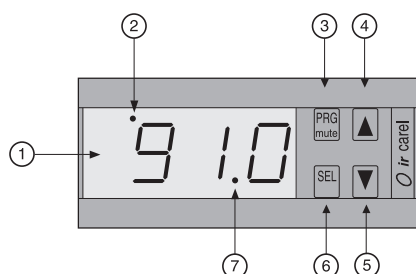

fig. 1
The reverse LED (fig. 1) indicates the number of stages active at that moment with a number of impulses equal to the number of active stages and there is a pause of 2 seconds between one signal and the next.
- **low alarm (code P25):** acoustic alarm that is activated when the delivery temperature decreases below the set limit; the alarm is disconnected by pressing key 3 (mute);
- **high alarm (code P26):** acoustic alarm that is activated when the delivery temperature rises above the set limit; the alarm is disconnected by pressing key 3 (mute);
**SETTING THE PARAMETERS (ref.fig. 1)**
Светодиодный индикатор (рис. 1) показывает количество активных в этот момент ступеней (количество импульсов равно количеству активных ступеней, а между одним сигналом и последующим выдерживается 2-секундная пауза. Другие сигналы, которые могут быть полезны при обслуживании оборудования, включают:
**УСТАНОВКА ПАРАМЕТРОВ (см. рис. 1)**